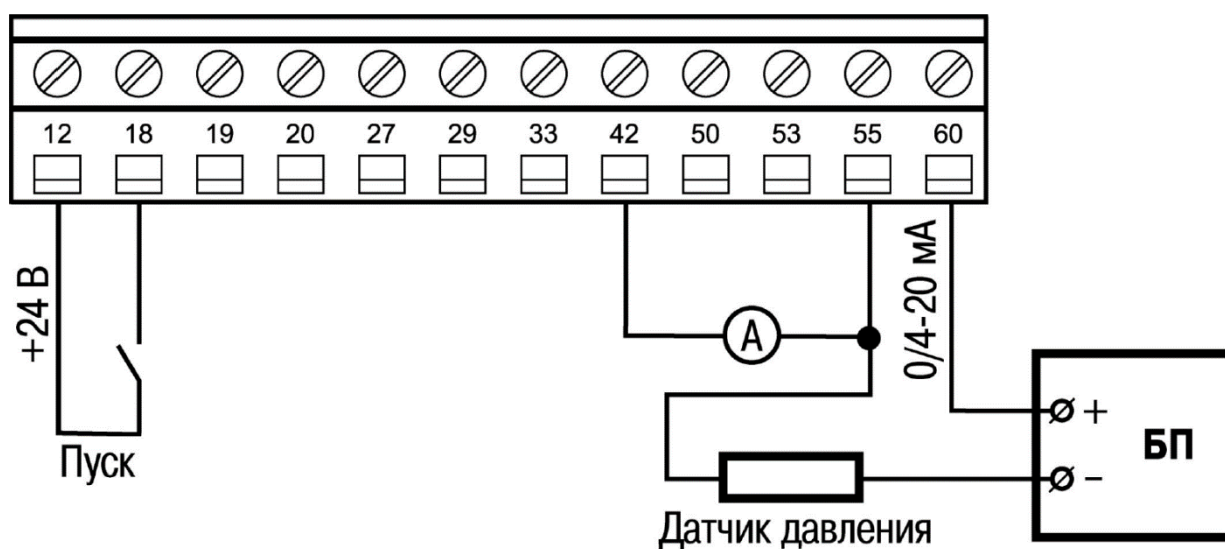

Рисунок 3. Схема подключения датчика давления к ПЧВ и использованием внешнего источника питания.
- С использованием внешнего источника питания (Рис. 3).